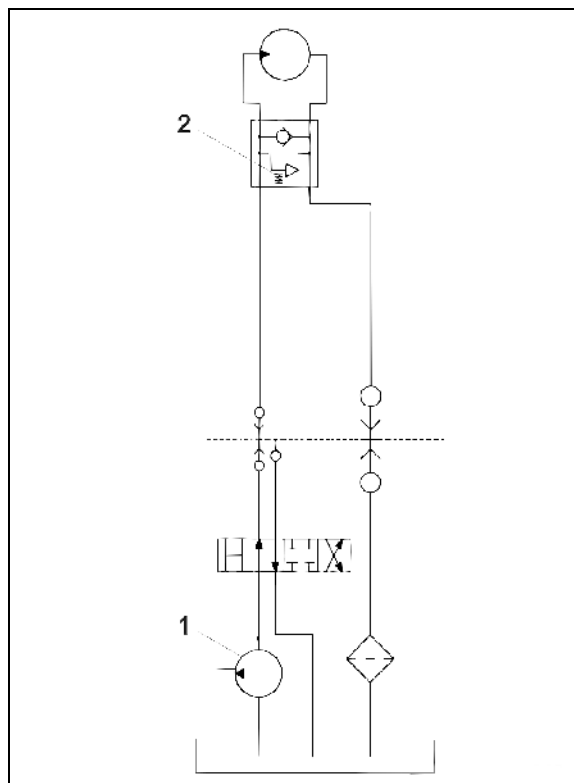
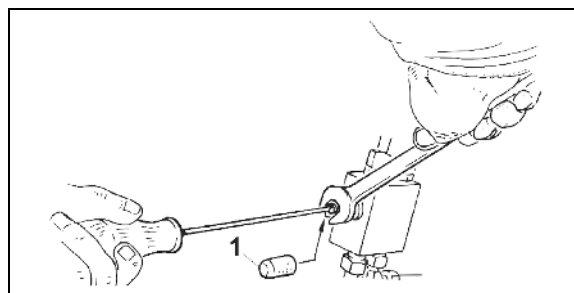

Bild 77
Bild 79
Större mataroljemängder än nödvändigt leds tillbaka till oljetanken via tryckbegränsningsventilen (Bild 77/2) och hettar upp hydrauloljan i onödan.
På traktorer med reglerbar hydraulpump ställs fläktvarvtalet in (Bild 77/1) via flödesreglerventilen:
1. stäng tryckbegränsningsventilen (Bild 77/2) (vrid åt höger) och öppna 1/2 varv (Bild 79), så att den matade oljemängden är så liten som möjligt.
På traktorer utan reglerbar hydraulpump (Bild 77/1), ställs fläktvarvtalet in via maskinens tryckbegränsningsventil (Bild 77/2):
1. Ta bort skyddskåpan (Bild 79/1)
5. Säkra ventilinställningen med låsmuttern och sätt på skyddskåpan (Bild 79/1) när inställningen är färdig.